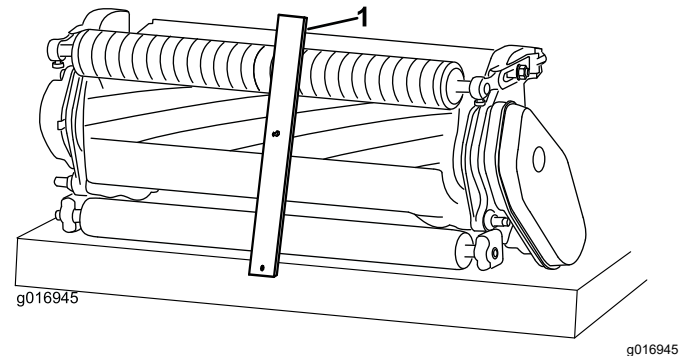

Figura 15
2. Prenda a cabeça do parafuso ao indicador da altura de corte no lado direito da extremidade cortante da lâmina de corte e apoie a extremidade traseira da barra no rolo traseiro (Figura 15).